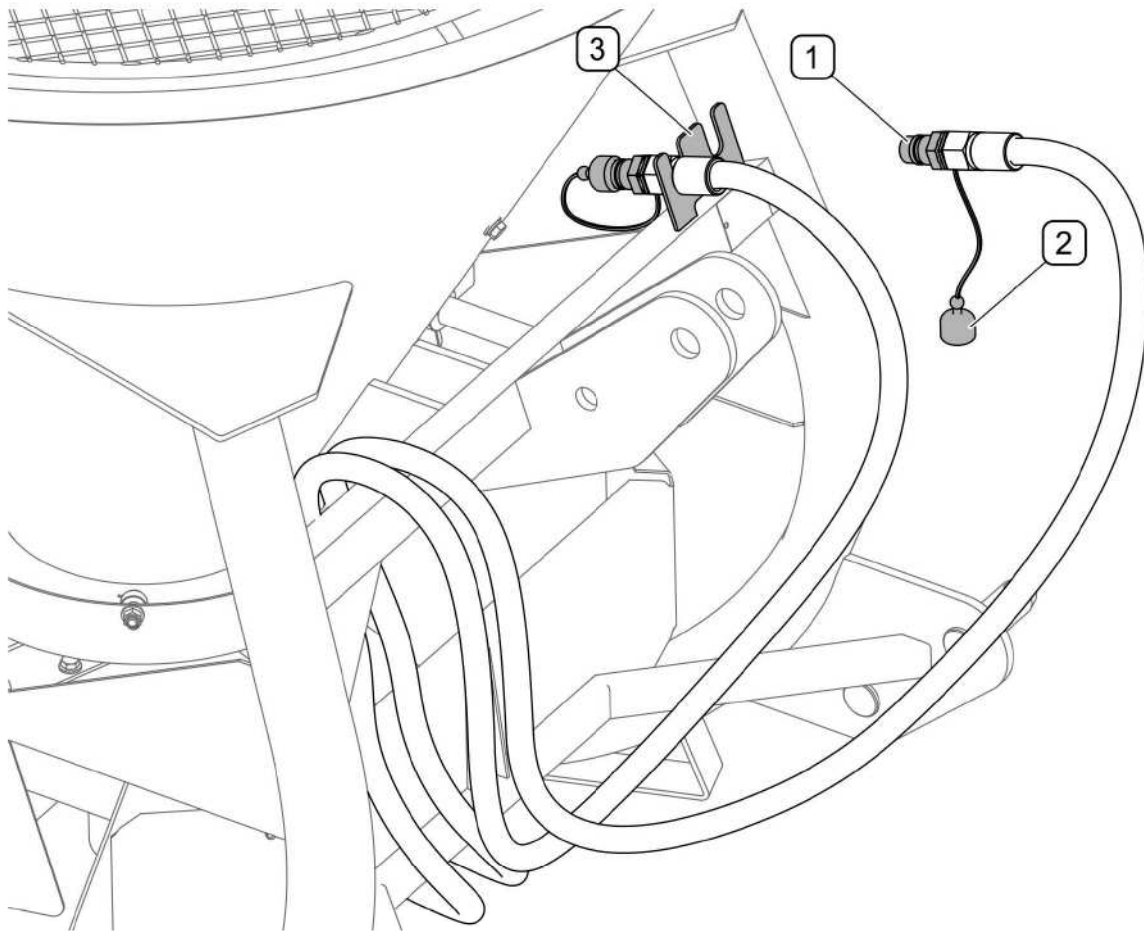

РИСУНОК 4.9 Предохранение штекеров быстроразъемных соединений
- Отсоединить от трактора штекеры гидропроводов, закрыть колпачками и поместить на специальный кронштейн (РИСУНОК 4.9) на раме (*касается машин с гидравлическим приводом*).